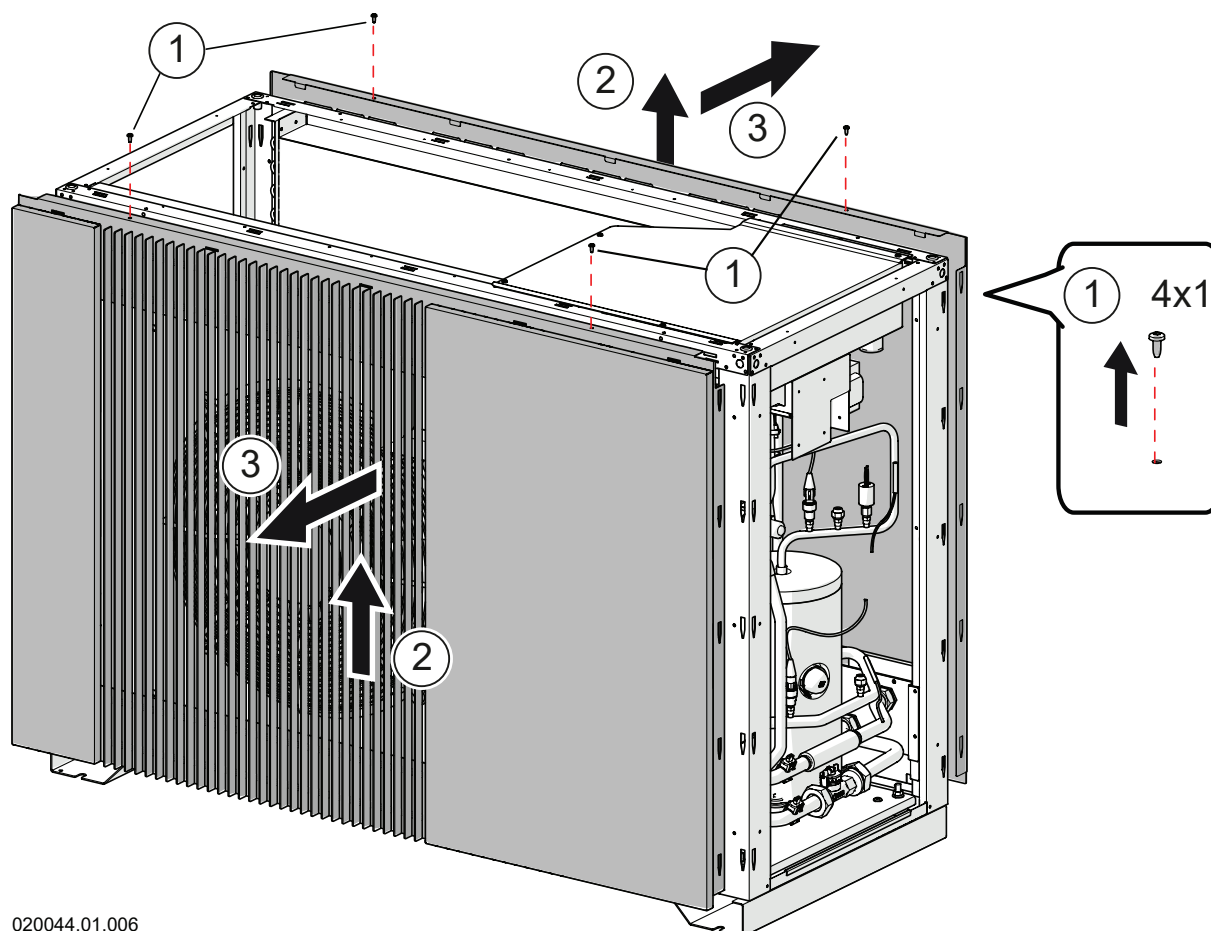

Figura 5-23 - Rimozione pannello frontale e posteriore
- 4.-rimuovere il pannello frontale e posteriore (vedere Figura 5-23).